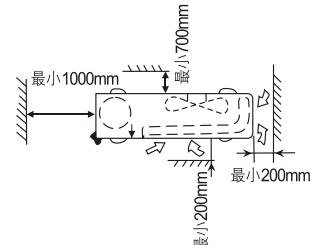

图4 机器户外部分所需空间
- 确定机器四周留有充分空间，并尽可能地远离障碍物，以便操作和维修。见图4。机组安装处应有二个以上方向是敞开的。